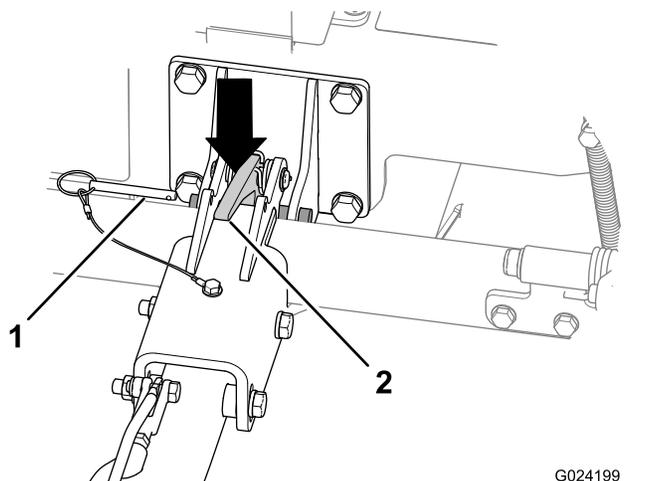

Figure 28
A. Retirez la goupille de blocage (Figure 28).
- C. Appuyez sur le verrou d'attelage pour le déverrouiller (Figure 28).